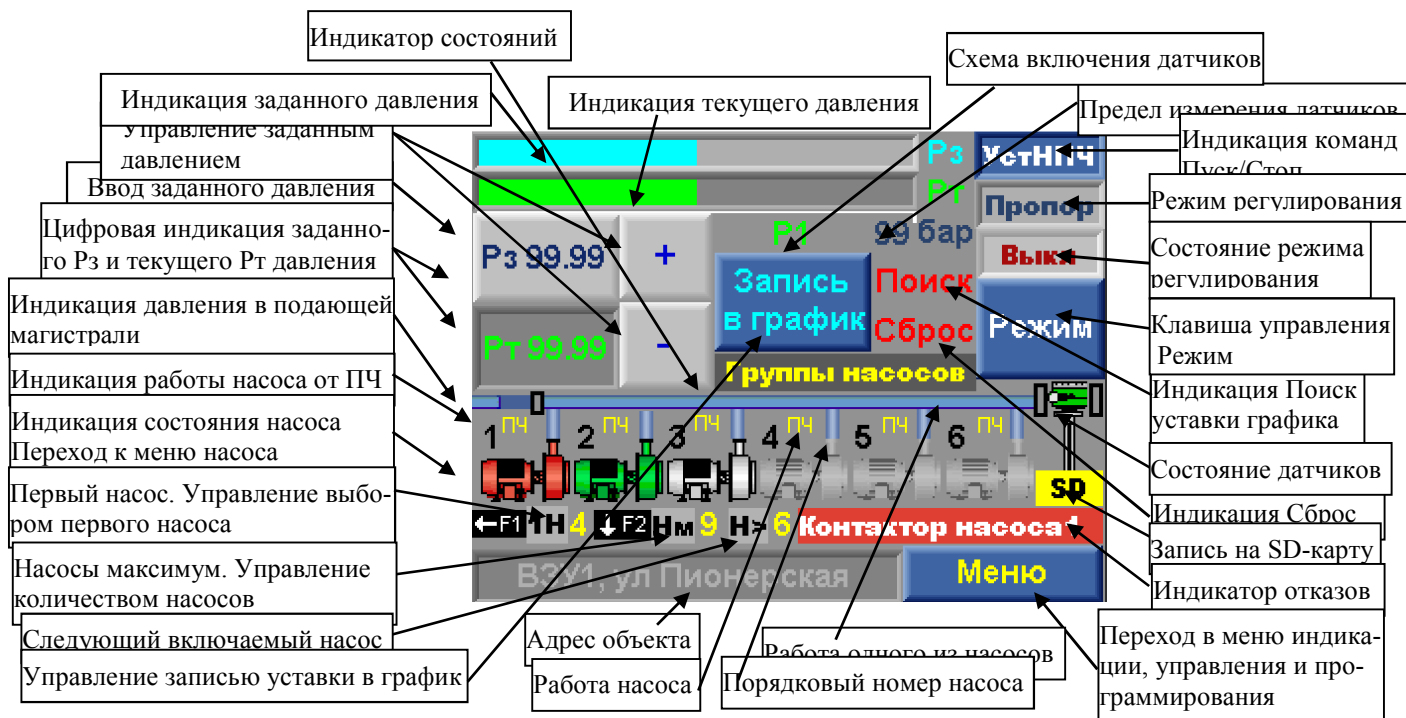

Рис.7.1. Главное меню
а) Главное меню (рис. 7.1) – клавиша отключения и повторное включение режима автоматического регулирования в том случае, когда режим был включен переключателем «Режим» на лицевой панели шкафа;
- наличием клавиш Стоп /Пуск на экранах Главного меню (рис. 7.1), меню Управление насосами (рис.9.2);
При подаче напряжения в схему управления загорается светосигнальная арматура зелёного цвета «Питание», после чего на дисплее БУК отображается **Главное меню** (рис.7.1).
Из экрана **Главного меню** производится переход к экранам управления, программирования и индикации состояний системы. При нажатии клавиши **Меню**, расположенной в правом нижнем углу Главного меню (рис. 7.1), производится вызов Меню перехода (рис. 7.2), работа с которым позволяет перейти в ту или иную область программирования, индикации или управления.